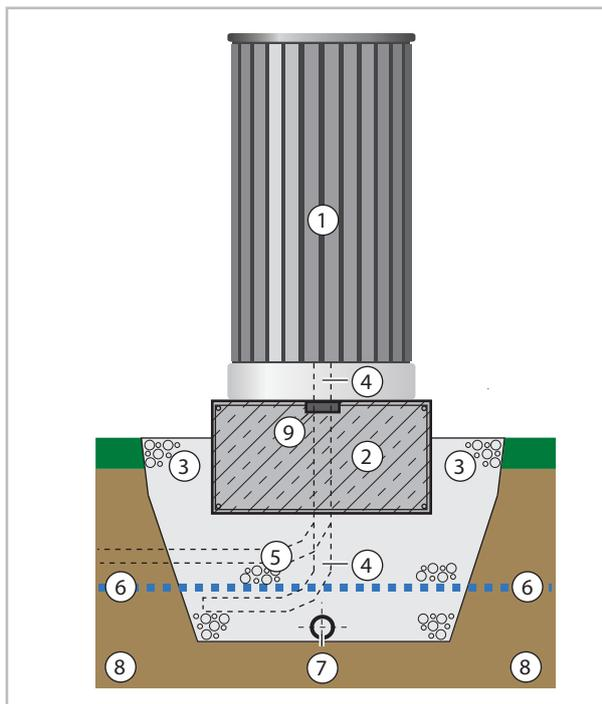

Fig. 28: Fondations pour l'évacuation du condensat (coupe)
- L'évacuation du condensat chauffée assure l'écoulement du condensat vers le bac. Vous devez assurer un écoulement de ce condensat à l'abri du gel (graviers, drainage). Respectez la loi sur l'approvisionnement en eau (Voir la Fig. 28).